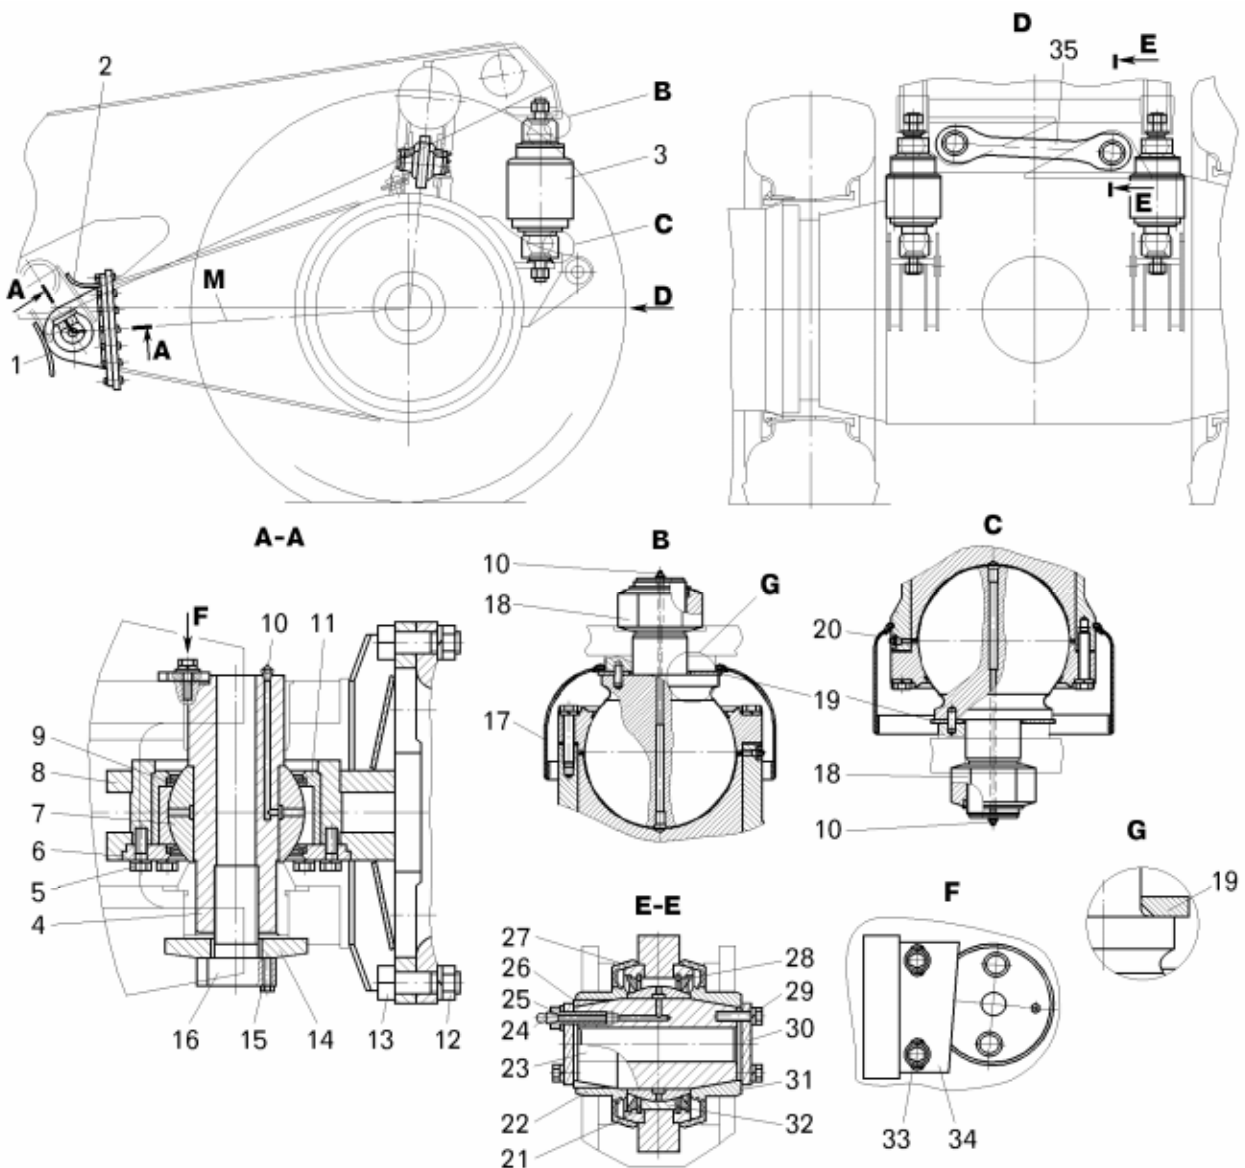

Рисунок 8.1.2 – Задняя подвеска:
Задняя подвеска самосвала – зависимая, состоит из двух пневмогидравлических цилиндров 3 (рисунок 8.1.2) поперечной штанги подвески 35, центрального рычага заднего моста и проушины 8 с шарниром.
- отвернуть гайку 18 (смотри рисунок 8.1.2) крепления нижней шаровой опоры цилиндра подвески 3 к кронштейну заднего моста;